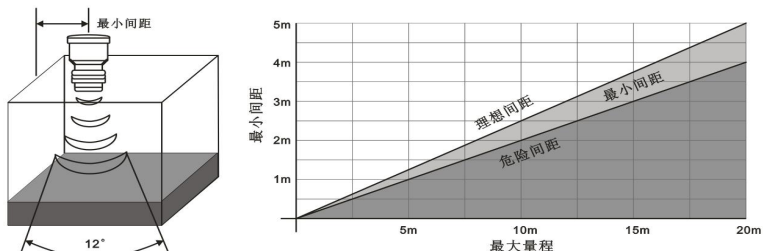

图 5 安装区域
(4) 探头的安装应避免其发射的声波通道与容器壁保持如图 5 所示
的理想区域内。图 5 所示量程与探头安装距离容器壁的区域，如果安装距离小于理想区域下线所规定的距离，则应将探头安装在“最小间距”区域之内。如果距侧壁的安装距离仍“最小间距”线的下方，变送器将有可能不能正确地测量物位。